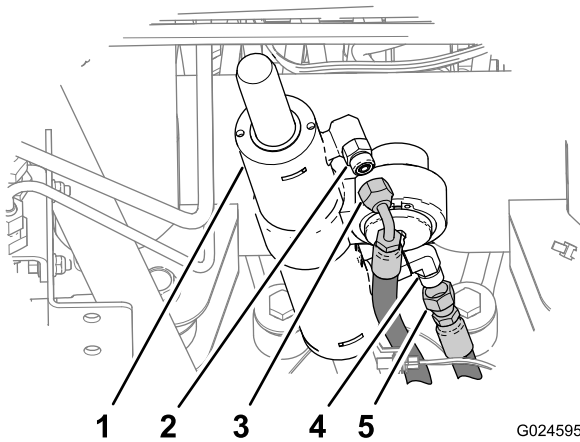

Bild 20
- Schließen Sie den Rückzugschlauch vom 90°-Hydraulikanschlussstück in der Rückzug-Anschlussstelle des Lenkzylinders ab (Bild 20).
3. Schließen Sie den Dehnungsschlauch vom geraden Hydraulikanschlussstück in der Dehnungsanschlussstelle des Lenkzylinders ab (Bild 20).
1. Schließen Sie den Rückzugschlauch an das 90°-Hydraulikanschlussstück in der Rückzug-Anschlussstelle des Lenkzylinders an (Bild 20 und Bild 24).
Dehnungsanschlussstelle des Lenkzylinders an (Bild 20 und Bild 24).